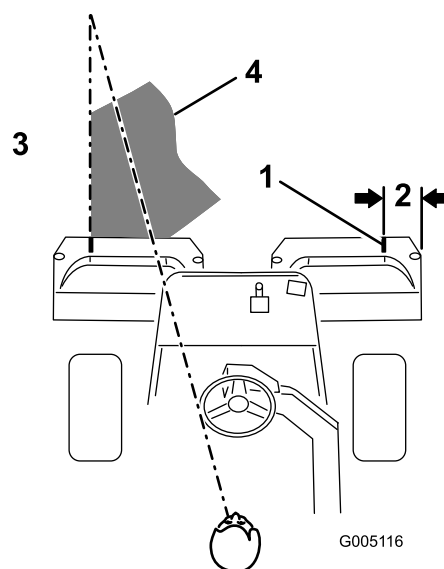

Figure 39
- Minimisez le chevauchement de la passe précédente lors de la passe de retour. Pour vous aider à conserver une ligne droite en travers du green et à maintenir la machine à égale distance du bord de la passe précédente, établissez une ligne de vision imaginaire à environ 1,8 à 3 m en avant de la machine jusqu'au bord de la partie non coupée du green (Figure 39). Certaines personnes trouvent utile de faire passer la ligne de vision par le bord extérieur du volant, c.-à-d. de maintenir le bord du volant aligné avec un point se trouvant toujours à la même distance par rapport à l'avant de la machine (Figure 39).